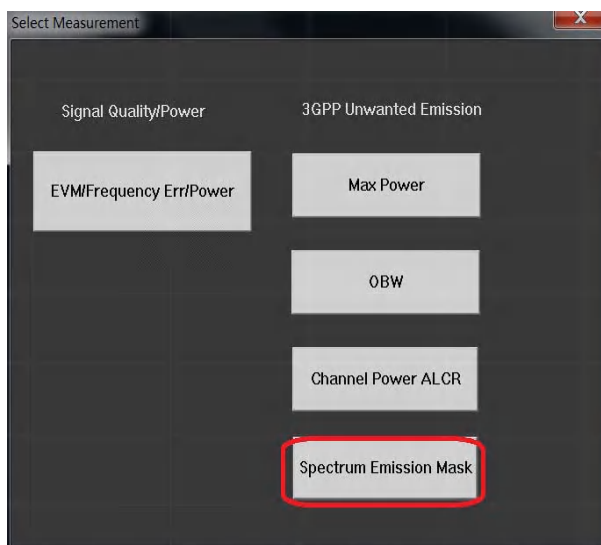

图 4.17 Spectrum Emission Mask 测试操作图
- 按【Meas】，【Spectrum Emission Mask】，操作如图 4.17 所示。